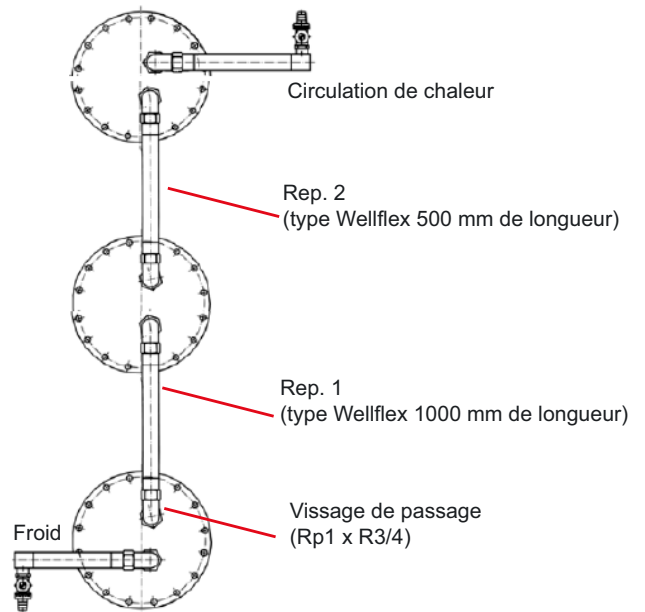

Fig. 5 : Schéma de raccordement PWD 900 et PWD 1250
- 1) Monter le raccord de réduction (Rp1 x R3/4) au point de raccordement supérieur de l'échangeur thermique de préchauffage (R1) et visser le tube ondulé (longueur 1000 mm, rep. 1). Raccorder ensuite l'autre extrémité du tube ondulé avec le point de raccordement inférieur de l'échangeur thermique central (fig. 5).
- 2) Fixer le tube ondulé (longueur 500 mm, rep. 2) au point de raccordement supérieur de l'échangeur thermique central et au point de raccordement inférieur de l'échangeur thermique supérieur (fig. 5).